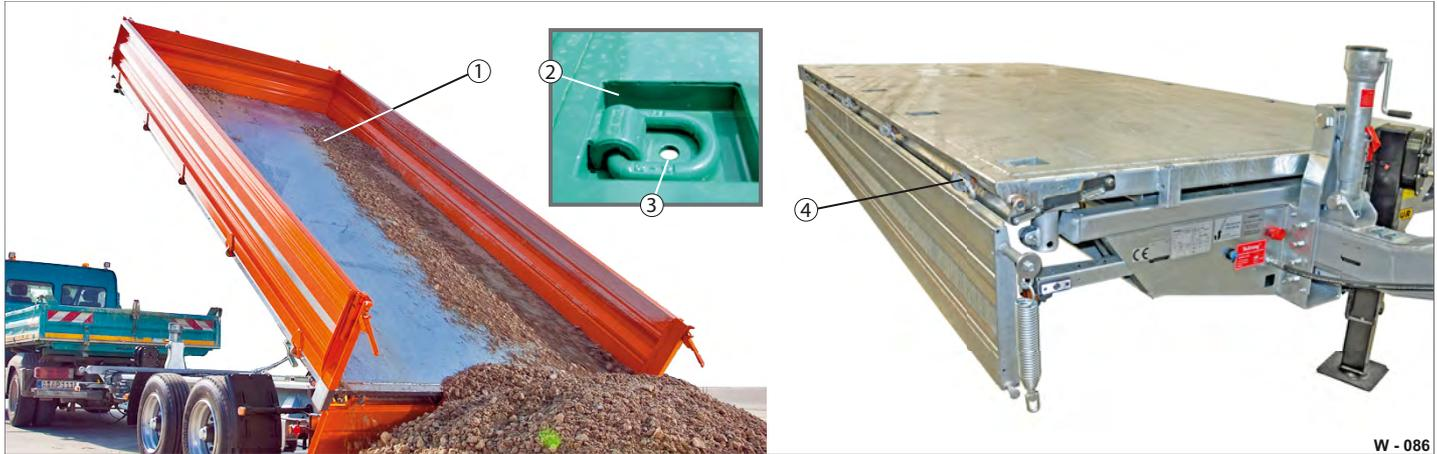

Abb. 84 Aufbau / Ladefläche reinigen
- ▶ Reinigen Sie die Ladefläche (Abb. 84/1) nach jedem Transport vom Schüttgut. Säubern Sie die Ladefläche von groben Verunreinigungen wie Kies, Sand, Äste, etc. mit Besen.
- ▶ Reinigen Sie die Taschen der Zurrpunkte (Abb. 84/2) z.B. mit Handbesen. Spülen Sie diese ggf. mit Wasser aus.
- ▶ Befreien Sie die Verschluss-Punkte (Abb. 84/4) der Bordwände von Verunreinigungen. Die Bordwände bzw. Bordwandaufsätze müssen einwandfrei schließen und verriegeln.